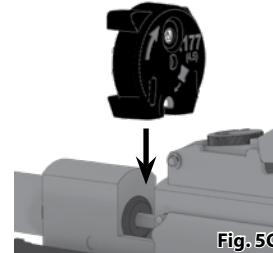

Fig. 5C
2. Con el frente del cargador (Fig. 5A) mirando hacia la culata del rifle de aire, inserte el cargador desde arriba usando la ranura abierta y empújelo hacia abajo en el pestillo del cargador hasta que éste entre en su sitio a presión. (Fig. 5C)